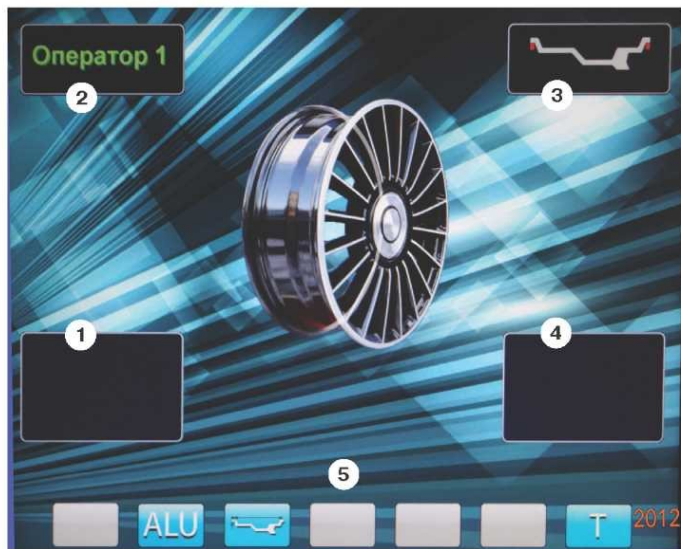

рис.8.2.
8.3. После включения питания СБ на экране монитора отображается фирменная заставка, которая через несколько секунд сменяется отображением экрана основного рабочего режима (рис. 8.2).
Если после введения размеров колеса установился экран ввода геометрических параметров, необходимо перейти в экран основного рабочего режима нажатием кнопки «STOP». Для выбора нужной схемы нажмите кнопку верхнего ряда клавиатуры с соответствующим номером. Выбранная схема установки грузов отображается в окне 3 экрана основного рабочего режима (рис. 8.2).
12.2. При включении СБ программа измерения дисбаланса настраивается таким образом, что дисбаланс менее 8 г (заводская установка) на любой плоскости коррекции не показывается, в этом случае в окнах 1 и 4 (рис. 8.2) высвечиваются «OK». Минимальный дисбаланс отображающийся в окнах 1 и 4 равен 8 г. Дисбаланс, превышающий 8г, округляется до величины кратной 5, т. е. дисбаланс 9, 10, 11 и 12 г отображается цифрой 10, дисбаланс 13, 14, 15, 16 и 17 г - цифрой 15 и т. д. Для просмотра неокругленного значения дисбаланса или дисбаланса менее 8г. необходимо нажать кнопку «<<», при этом в окнах 1 и 4 на 2-3 сек высвечиваются фактические значения дисбаланса, определенные в данном запуске.
12.3.3. Для проверки результатов балансировки снова запустите СБ. Если колесо отбалансировано правильно, на индикаторах 1 и 4 (рис. 8.2.) отображаются символы «ОК».